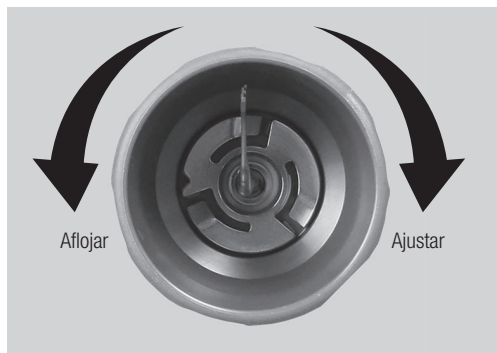

Fig. 17
- \*Para retirar la punta, rote la llave en sentido antihorario tal y como muestran las Fig. 17 y 18.